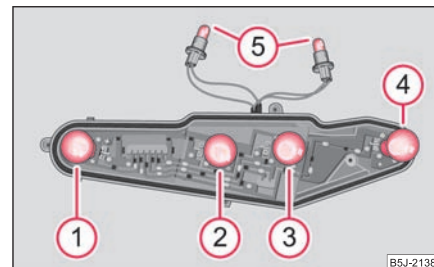

Fig. 215 Lampa din spate: Poziția becurilor
- Pentru a înlocui becul luminii de staționare, rotiți dulia becului ⑤ până la limită spre stânga (în direcția săgeții de pe carcasă) și scoateți dulia din carcasă ⇒ fig. 215.
Disponerea becurilor din lampa din spate ⇒ pagina 223, fig. 215.